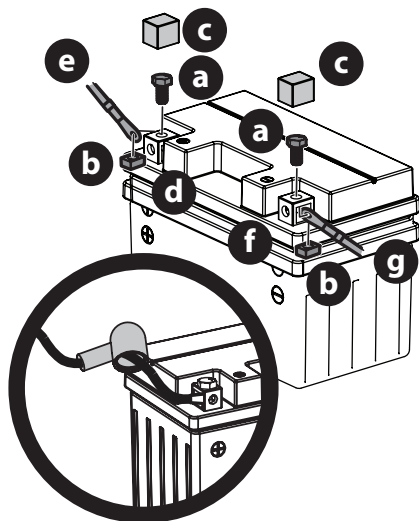

Figura 14
1. Extraiga los tornillos hexagonales (a) y las tuercas cuadradas (b) situados en el extremo del arnés de cables o en la bolsa que acompaña a este manual. Guarde los herrajes para uso posterior (Figura 14).
2. Coloque el capuchón de caucho rojo por encima del borne positivo de la batería para protegerlo contra la corrosión (el inserto en la Figura 14).
3. Retire la cubierta plástica (c), si está presente, del borne positivo de la batería (d) y una el cable rojo (e) al borne positivo de la batería (b) utilizando uno de los tornillos hexagonales (a) y las tuercas cuadradas (b) que se extrajeron en el paso 1. Use un destornillador Philips (Figura 14).
4. Retire la cubierta plástica (c), si está presente, del borne negativo de la batería (f) y una el cable negro (g) al borne negativo de la batería (f) utilizando el tornillo hexagonal restante (a) y la tuerca cuadrada (b) (Figura 14).